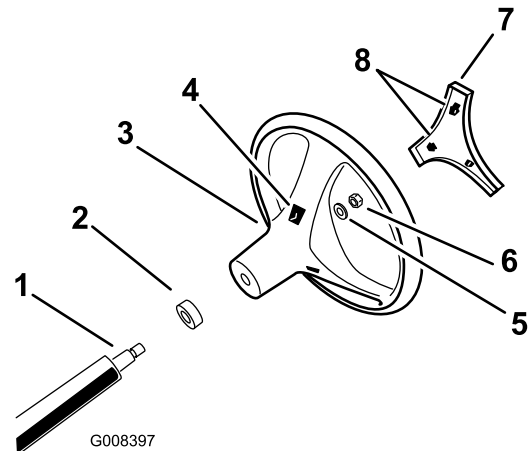

Figura 3
4. Fije el volante a la columna con la tuerca (Figura 3). Apriete la tuerca a 24-29 Nm.